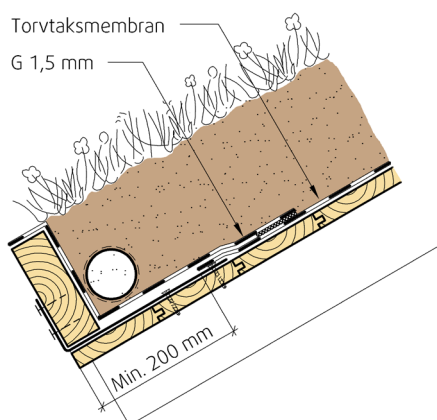

Fig. 3
- Over torvhaldstokk (ved innvendig renne – se fig. 3)
Ved bruk av innvendig renne langs torvhaldstokken avsluttes torvtaksmembranen også ved torvhaldskrok. Avstand fra knekkpunkt i forkantbeslag eller fra ytterkant torvhaldskrok og opp til Torvtaksmembran må være minst 200 mm, på grunn av filt (se fig. 3). Torvtaksmembranen festes mekanisk med skruer og skiver. Takflaten ned mot torvhaldstokken, og alle sidene på torvhaldstokken som ligger mot torv, tekkes med Protan G. Således dannes det en renne mellom takflaten og torvhaldstokken. Drenering av innvendig renne til taknedløp sikres med drenerør.